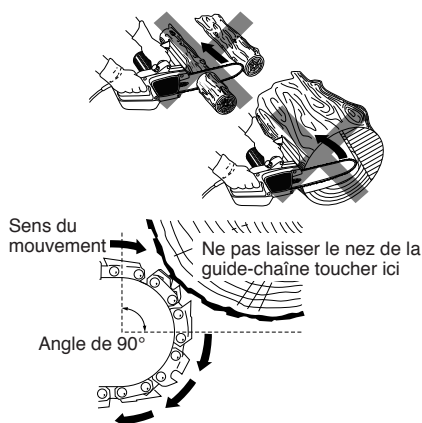

Figure 1 - Exemple du risque de recul. Ne pas laisser le nez de la guide-chaîne toucher un objet pendant que la chaîne est en mouvement.
- Ne pas laisser le nez de la guide-chaîne toucher quelque chose quand la chaîne est en mouvement. (Voir la Figure 1.)